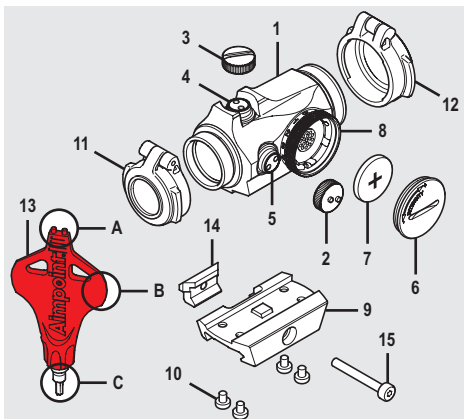

Abb. 1
- a. Batteriedeckel (6) mit Werkzeug (13B) entfernen.
- b. Die Batterie (7) mit der Plusseite (+) zum Batteriedeckel (6) hin einsetzen wie in Abb. 1 zu sehen ist.
- c. Drehen Sie den Drehschalter (8) auf Intensitätseinstellung 12 (max.) und ziehen Sie den Batteriedeckel (6) mit dem Werkzeug (13B) fest. Wenn sie einen Widerstand spüren, ziehen Sie den Batteriedeckel (6) fest, bis er sich nicht mehr weiter **festziehen** lässt.
- d. Stellen Sie sicher, dass der Leuchtpunkt erscheint und dass **kein** Zwischenraum zwischen dem Batteriedeckel (6) und dem Batteriefach ist.